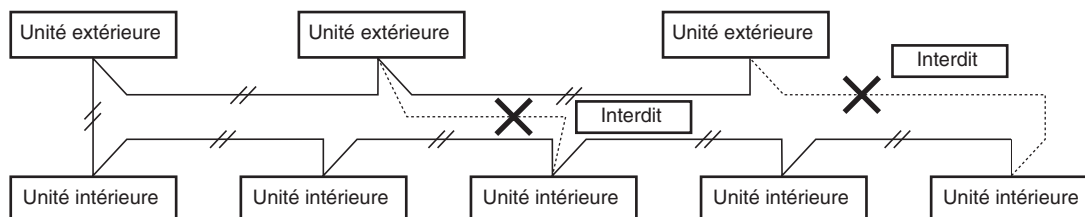

Fig. 4-3
- (1) En cas de liaison des unités extérieures en réseau, déconnectez la borne dépassant de la fiche de court-circuitage de toutes les unités extérieures, sauf des unités intérieures. (À la sortie d'usine : à l'état court-circuité.) Pour un système sans liaison (pas de connexion de câblage entre les unités extérieures), n'enlevez pas la fiche de court-circuitage.
- (2) N'installez pas le câblage de commande entre unités en boucle. (Fig. 4-3)